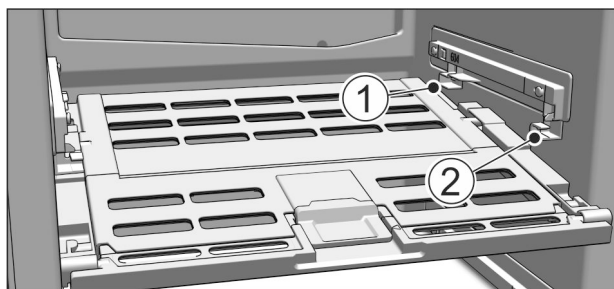

Fig. 62
- Deckel Fruit & Vegetable-Safe einsetzen: Deckelstege von unten in die hintere Halterung Fig. 62 (1) einführen und vorne in die Halterung Fig. 62 (2) einrasten.